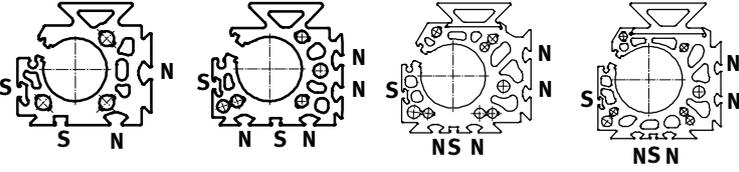

Fig. 16
- Для крепления датчиков положения использовать пазы (S) из Fig. 16.
- Использовать пазы согласно Fig. 16 для крепления принадлежностей.